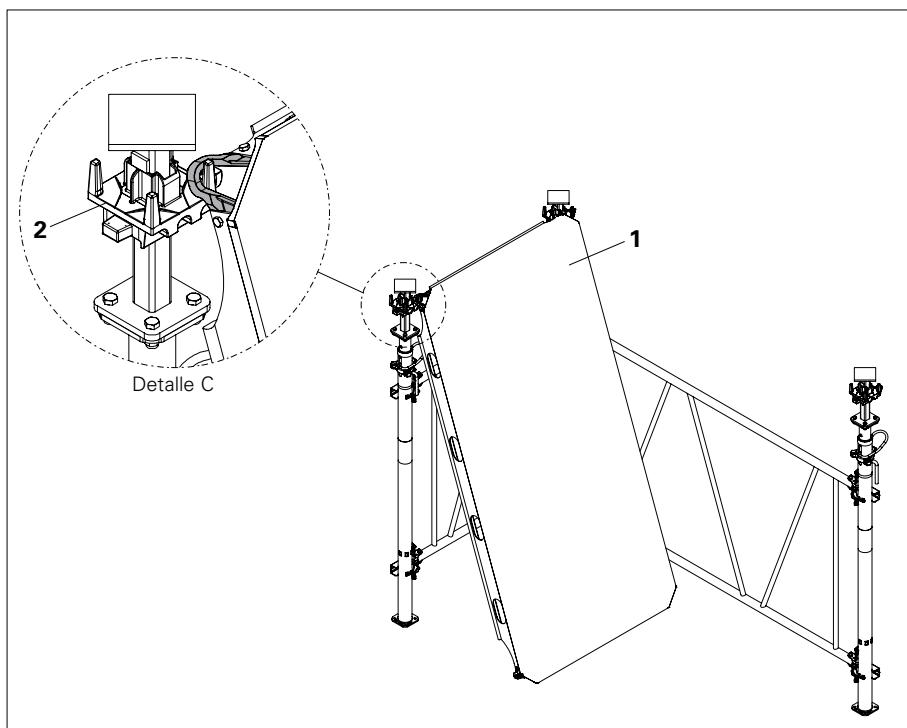

Fig. A5.02
5. Cuelgue el panel ADP (1) en los dos puntales. (Fig. A5.02)